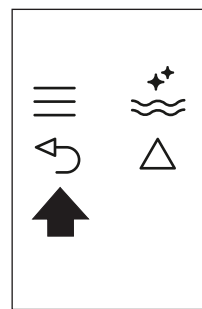

Fig. 25
- ▶ Apăsați de două ori pictograma ↶ (B6) (Fig. 25) pentru a ieși din meniu.